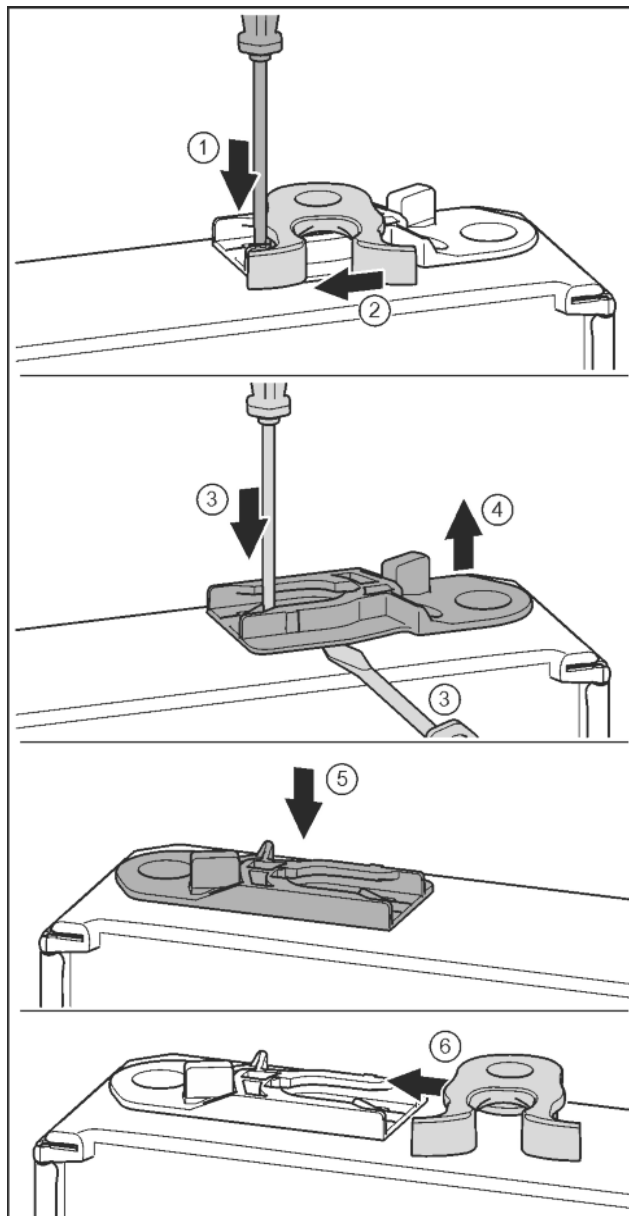

Fig. 20
- ▶ Lip met sleufschroevendraaier naar onder drukken. Fig. 20 (1)
- ▶ Sluithaak uit de geleiding trekken. Fig. 20 (2)
- ▶ Geleidingsbus eruit trekken: Lip met de sleufschroevendraaier indrukken en gelijktijdig de sleufschroevendraaier onder de geleidingsbus plaatsen. Fig. 20 (3, 4)
- ▶ De bij de levering geleverde geleidingsbus op de andere zijde van de behuizing aanbrengen. Fig. 20 (5)
- ▶ Sluithaak in de geleiding schuiven. Fig. 20 (6)